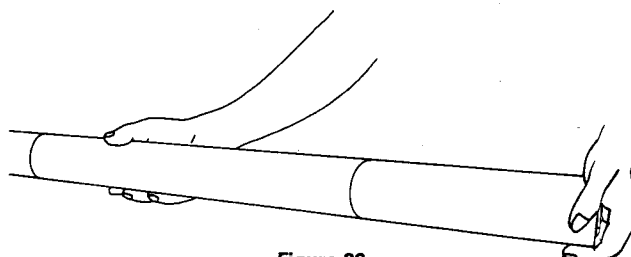

Figure 28
- (13) Sur le côté gauche, effectuer les mêmes opérations que celles décrites en (10) et (11) pour retirer la bobine.
(14) Après avoir sorti la bobine, la retenir avec une élastique. (Figure 28)